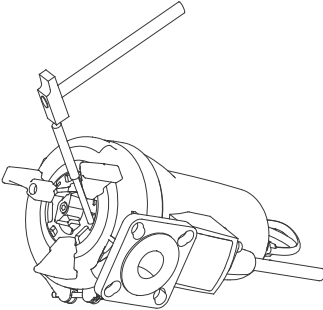

Fig. 13 Remoção do anel de trituração
2. Solte o anel de trituração (44) e abra o encaixe de baioneta empurrando ou virando o anel de trituração 15 a 20 ° no sentido dos ponteiros do relógio. Consulte a fig. 13.